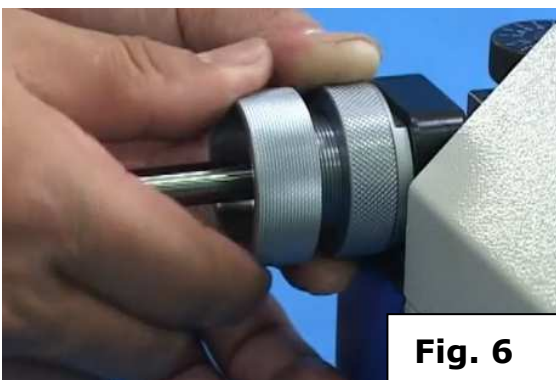

Fig. 6
- En esta posición, apriete la broca en el mandril, con la mano derecha en sentido horario. (Fig. 6)